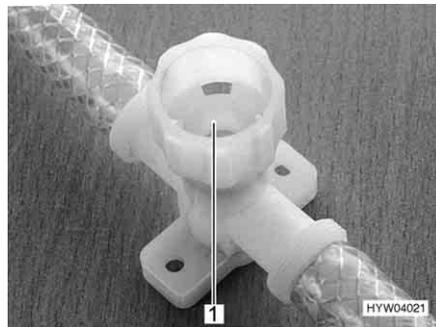

Fig. 124 Rubinetto di scarico per scaldacqua
- Chiudere tutti i rubinetti di scarico. A tal fine ruotare i coperchi (Fig. 124,1) in senso orario.
- Aprire tutti i rubinetti di scarico dello scaldacqua. A tal fine ruotare i coperchi (Fig. 124,1) in senso antiorario.